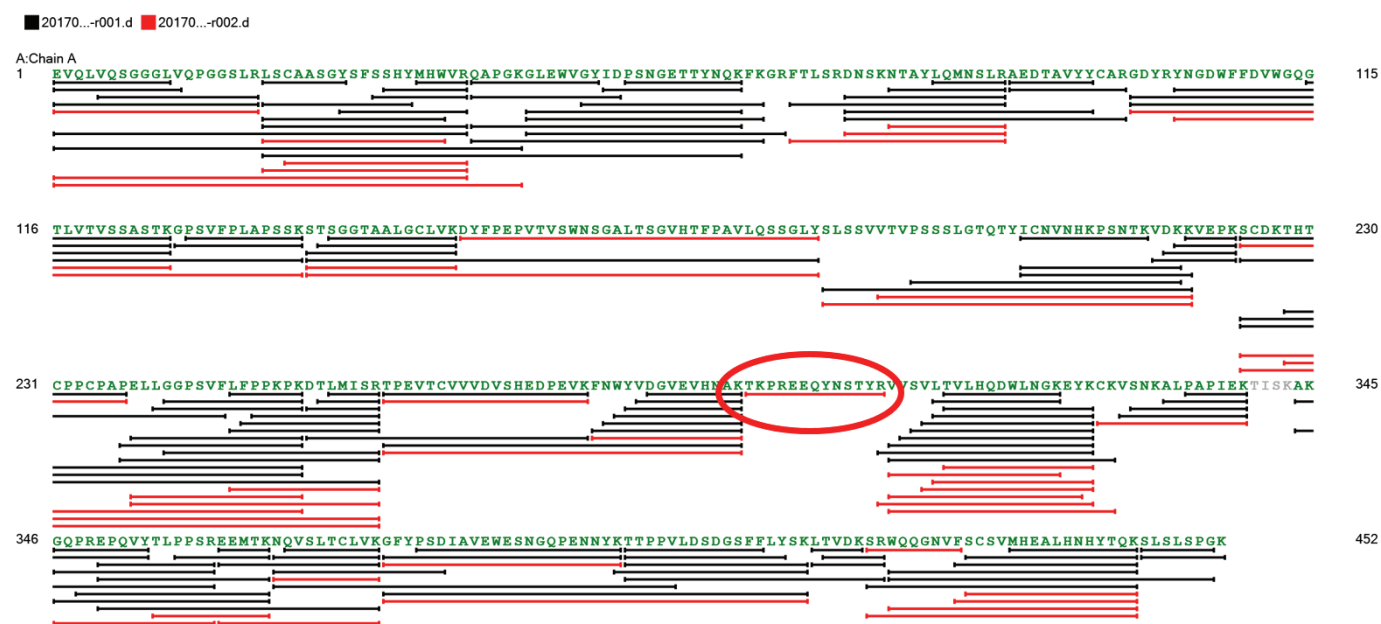

図 12. 複数の反復 MS/MS データファイルがロードされた配列カバーマップ
複数のデータファイル、例えば異なる酵素消化物または反復 MS/MS 分析からのデータファイルを同時に検査することが可能です。図 12 は、ロードされた 2 つのデータファイルを用いて、CHO 細胞培養のヒト IgG1 mAb の重鎖 (HC) を配列カバーマップで示しています。最初の採取 (黒色) で 96.5 % の配列が確認され、2 つめの反復 MS/MS でさらに詳細に解析されて、A(294-306) で追加のペプチドが発見され、配列確認が 99.1 % に高まりました。